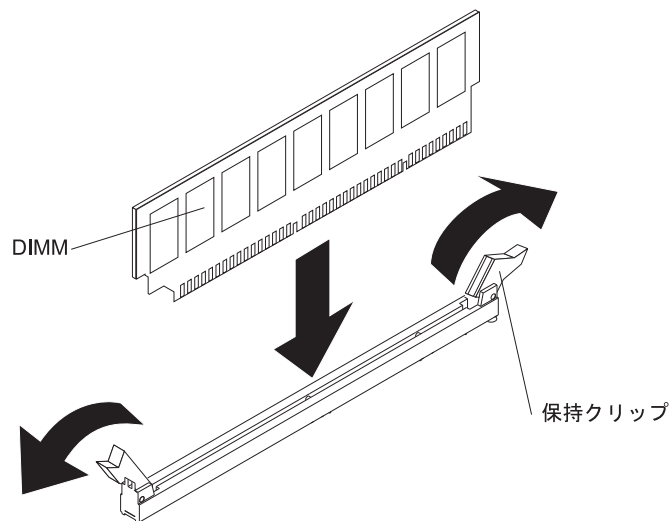

図 117. DIMM の取り付け
5. 図 117 に示すように、DIMM の両端を DIMM コネクターの両端のスロットと位置合わせして、DIMM をコネクターに挿入します。DIMM の両端に同時に圧力を加えて、DIMM をコネクターにまっすぐ押し下げ、しっかり押し込みます。DIMM がコネクターにしっかり装着されると、カチッと音がして保持クリップがロック位置に収まります。